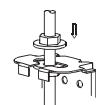

Рис. 7
- По окончании регулировки положения блока надежно зафиксируйте кондиционер, затянув гайки крепления. (См. рис. 7)